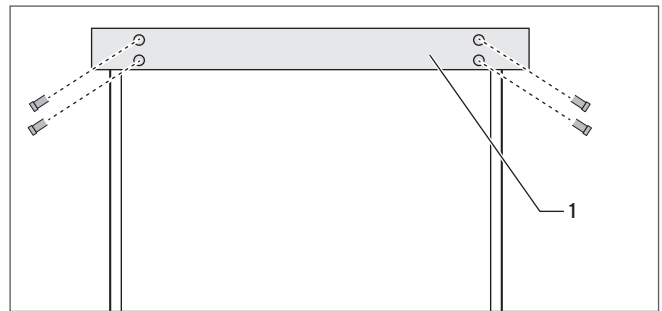

Fig. 4.7 Ejemplo: colocar el listón para asegurar el transporte
- Tome un listón convencional (1), p. ej. un listón del tejado o un perfil metálico con unas dimensiones mínimas de 24x48 mm.
- Sujete el listón de seguridad con los tornillos apropiados (véase la Fig. 4.7).